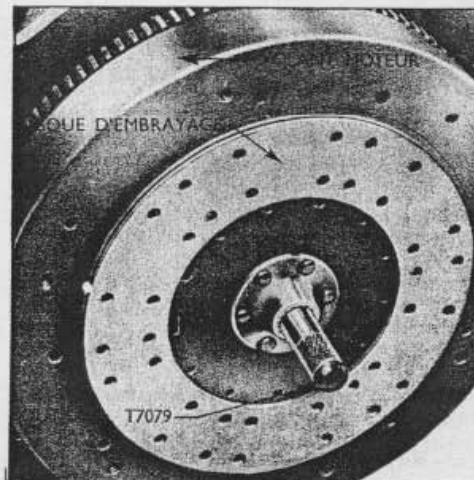

Fig. 4.
1. Placer le disque d'embrayage sur l'outil spécial de centrage (Outil N° T.7079), le bossage le plus gros du moyeu du disque étant adjacent à la poignée de l'outil, puis introduire la petite extrémité circulaire de l'outil dans le roulement pilote d'embrayage de telle sorte que le disque d'embrayage se trouve placé contre le volant moteur (voir FIG. 4).